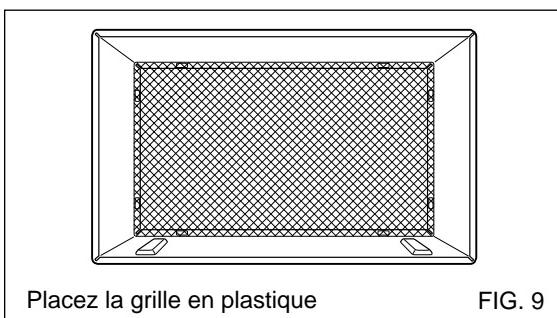

FIG. 9
- 6** Retirez le dos des blocs de support attachez-les à l'intérieur du manchon comme montré à la FIG 9. Glissez la cloison dans des fentes de blocs de soutien